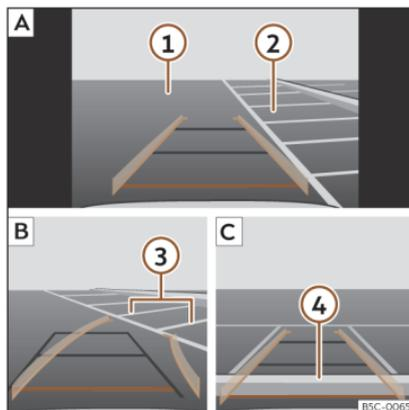

Fig. 186 Visualizzazione sul display del sistema infotainment: parcheggiare con l'assistente alla retromarcia.
Legenda della **fig. 186**:
- Posizionare il veicolo davanti all'area di parcheggio >>> **fig. 186** ② **A**.
- Retrocedere ruotando il volante in modo che le linee gialle entrino nell'area di parcheggio. Le linee verdi e gialle devono coincidere con le linee di contorno laterali ③ **B**.
- Fermare il veicolo quando la linea rossa ha raggiunto il limite posteriore ④ **C**.